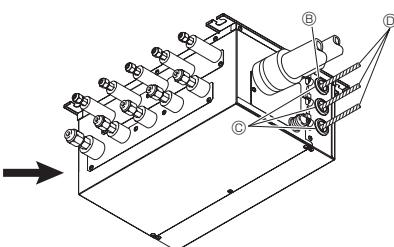

Fig. 9-2
3. Voer de kabels in in de aftakdoos. (Fig. 9-2)
7. Indien de aftakdoos buiten is geplaatst, dienen de kabelinvoeren met kit te worden afdicht om het binnendringen van regenwater te voorkomen. (Fig. 9-2)